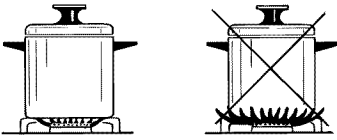

Fig. 2.5
**CHOICE OF BURNER** (fig. 2.5)